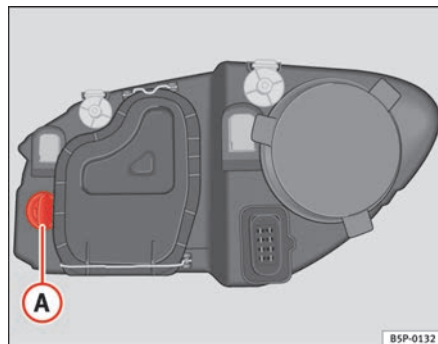

Fig. 159 Lámpara luz intermitente
- Gire el portalámparas ⇒ fig. 159 A a la izquierda y tirar.